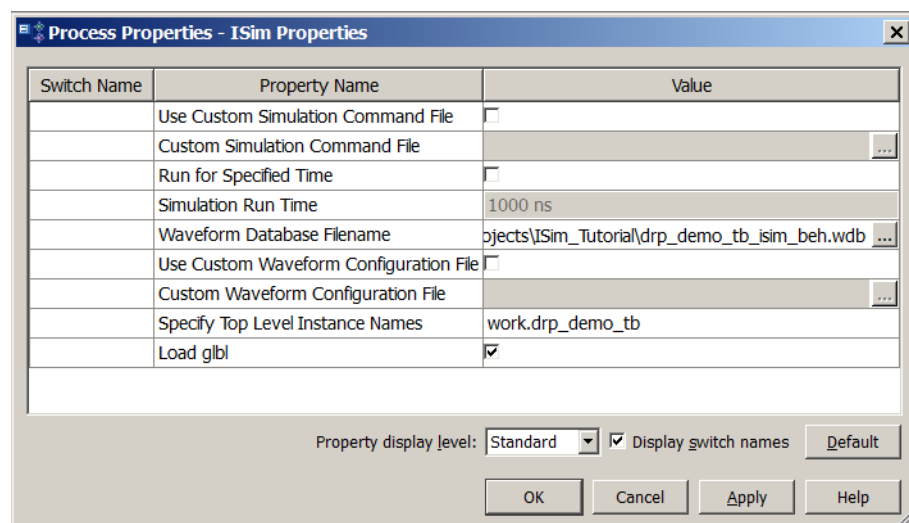

図 2-11 : [Process Properties - ISim Properties] ダイアログ ボックス
4. [ISim Simulator] の下位に表示されている [Simulate Behavioral Model] を右クリックして [Process Properties] をクリックし、[Process Properties - ISim Properties] ダイアログ ボックスを表示します (図 2-11)。